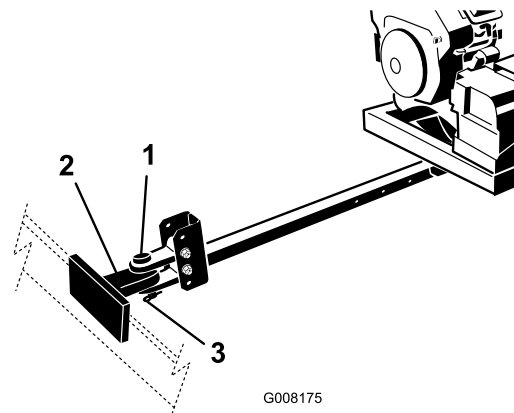

Figura 9
4. Conecte la horquilla de enganche del soplador al enganche del vehículo de remolcado con un pasador de enganche y un pasador de seguridad (Figura 9).